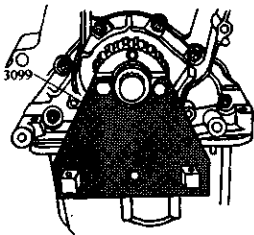

图 2-41 固定同步带轮
3) 拆下同步带轮(如图 2-41 所示),用把持工具 3099 固定同步带轮。旋上专用工具时,在同步带轮和工具之间放入两个垫片。将同步带轮的中间螺栓旋入到曲轴以提供支承。拉出器 3203 的内件旋出外件约 2 圈(约 3mm),然后用滚花螺钉拧紧。
- 5) 使用专用工具 3099 固定住同步带轮，拆卸曲轴同步带轮（见图 2-41 所示）。在旋入固定工具时，在同步带轮和固定工具之间放置两个垫片。